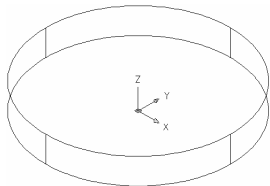

图 6-1-3 绘制圆柱体
(1) 启动中文版 AutoCAD 2007，新建一个 CAD 文件。
(2) 切换视图。单击“视图”工具栏中的“东南等轴测”按钮, 将视图切换到东南等轴测视图界面。
(3) 绘制圆柱体。在命令行中输入 CYLINDER 命令并按回车键，根据命令行的提示进行操作，以原点为圆柱体底面中心点，绘制直径为 5，高为 0.7 的圆柱体，结果如图 6-1-3 所示。